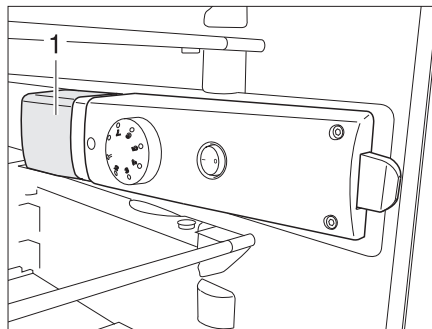

Fig. 269 Lámpara de frigorífico
- Agarrar atrás abajo la tapa de la lámpara (Fig. 269,1) y levantarla aprox. 3 mm.